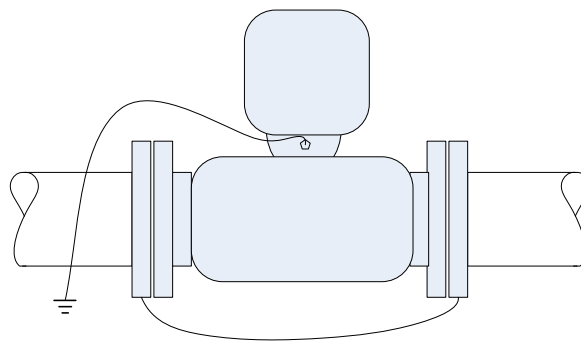
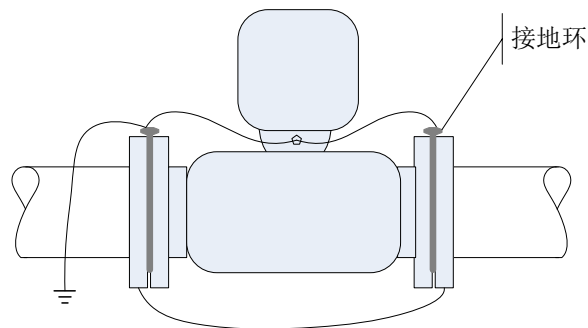

图3 带阴极保护功能的管道
图4 带阴极保护功能的管道
- d) 仪表安装于阴极保护管道上，阴极保护的管道和地之间有一定的电位差，两侧法兰采用铜线进行电连接，管道法兰与管道必须保持绝缘，如图 3、图 4 所示要求进行接地。